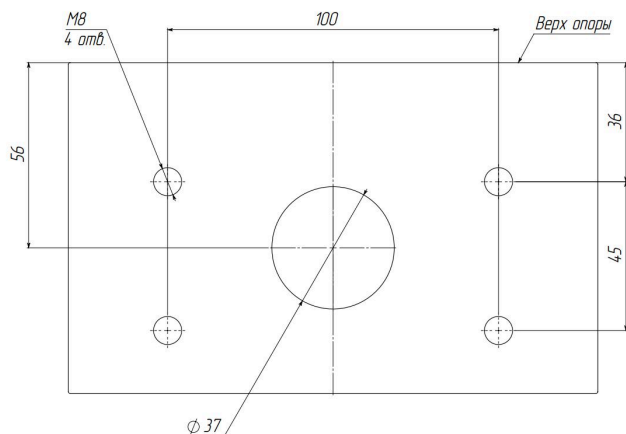

Рисунок 3
7.2 Посадочные размеры для установки светильника (рисунок 3)